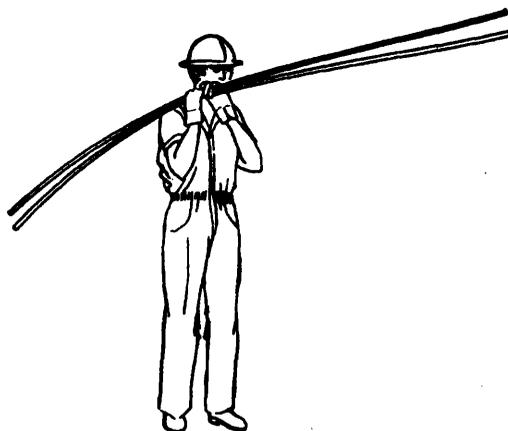

**Fig. 2**
- 5º paso *Coloque la cabilla retirada de la pila, sobre dos trozos de cartón. (Fig. 2).*